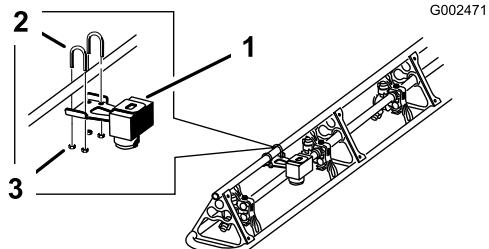

Figure 2
capteur ultrasonique droit au tuyau de support supérieur de rampe droite, à mi-chemin entre la 3e et la 4e buse, comme illustré à la Figure 2. Ne serrez pas complètement les fixations à ce stade pour permettre un ajustement ultérieur.
3. Placez le tube de protection autour du capteur ultrasonique, le côté incliné face à l'intérieur, vers le véhicule. Fixez légèrement le tube de protection sur la rampe (Figure 2) à l'aide de 2 étriers filetés, 4 rondelles (5/16 pouce) et 4 contre-écrous (1/4 pouce). Ne serrez pas complètement les fixations à ce stade pour permettre un ajustement ultérieur.